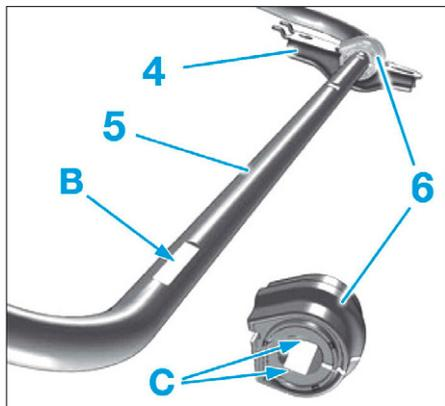

FIG. 16
Positionner la barre stabilisatrice de façon à avoir le détrompeur de couleur sur la droite. Le positionnement latéral et horizontal est réalisé par deux méplats en (C) à l'intérieur du palier (6) et des empreintes en (B) sur la section de barre stabilisatrice (Fig.16).
- Ecarter les paliers élastiques (6).
- Aligner les méplats (C) intérieurs avec les empreintes (B) de la barre stabilisatrice (une de chaque côté).